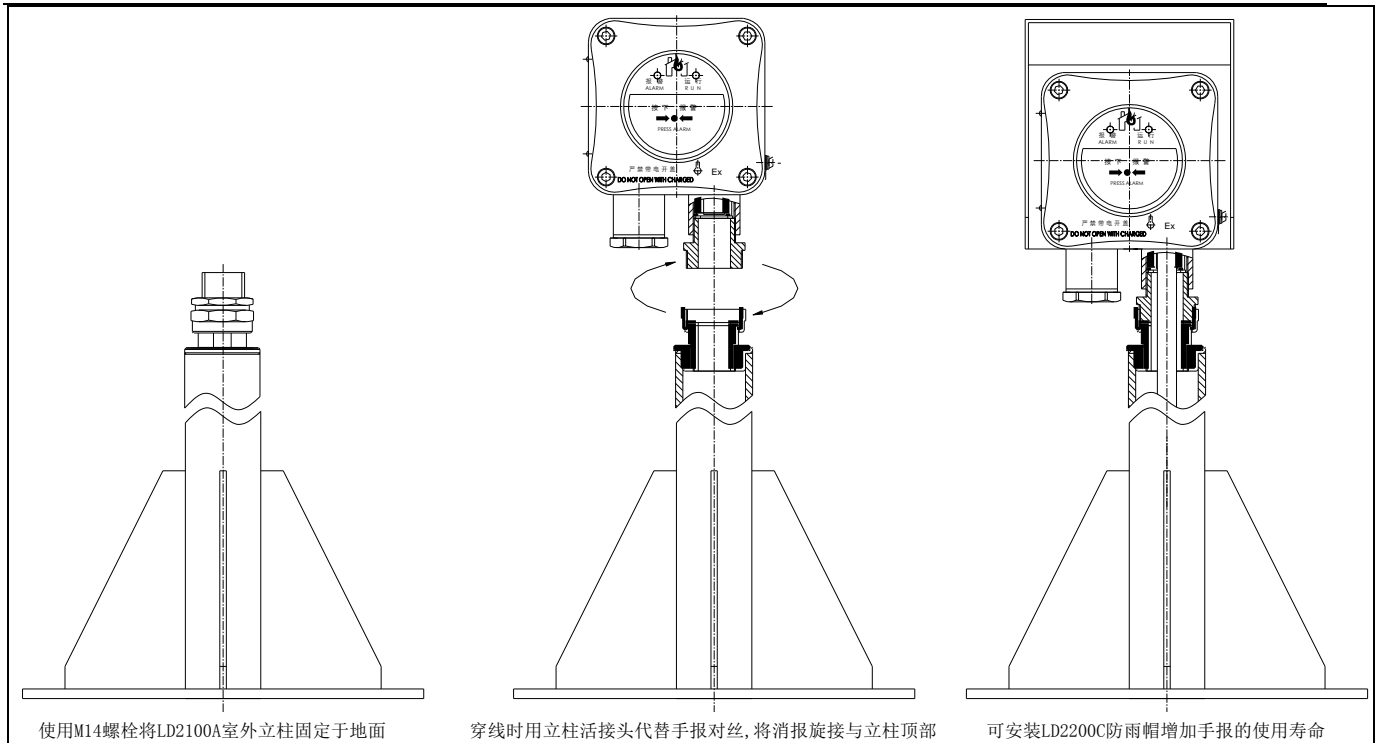

图 4-1 立柱安装
- 1) 立柱安装(需购买与产品配套的立柱 LD2100A)：该安装方式为独立固定式安装，适合大空间无墙壁的安装环境。(如图 4-1)